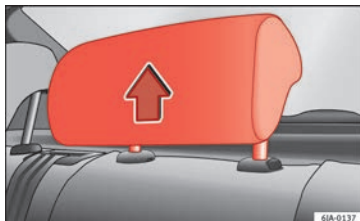

Fig. 74 Encostos de cabeça em posição de utilização.
- Três posições **de utilização** » **Fig. 74**. Nestas posições, o encosto de cabeça funciona como um encosto de cabeça convencional, protegendo, juntamente com o cinto de se-